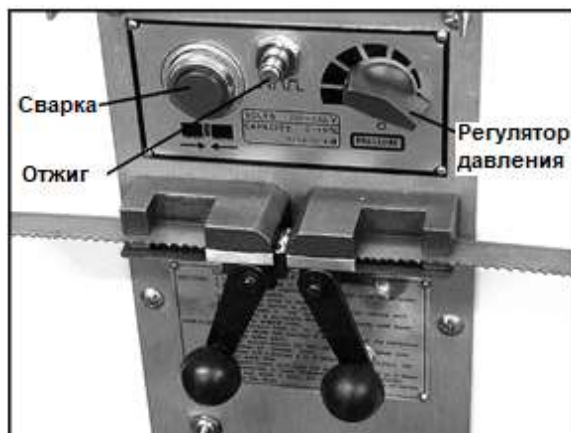

Рис. 13.
3. Установите ручку регулировки давления (Рис. 13) на "0" (вниз). ПРИМЕЧАНИЕ: при повороте ручки вы ощутите сопротивление.
7. Нажмите и удерживайте кнопку включения сварочного устройства (Рис. 13). Когда кнопка нажата, левый зажим смещается к правому и сдвигает концы полотна между собой. Одновременно с этим, через зажимы пропускается ток и происходит сварка полотна с образованием искр. Не отпускайте кнопку до тех пор, пока сварной шов не раскраснелся докрасна.
3. Быстро нажмите и отпустите кнопку включения отжига (Рис. 13). Повторяйте это